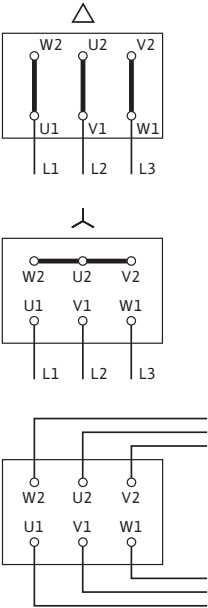

Fig. 17: Подключение к сети
Схема электроподключения находится в крышке клеммной коробки (см. также Fig. 17).
- Подключение к сети зависит от мощности двигателя P2, от сетевого напряжения и от типа пуска. Необходимое переключение соединительных перемычек в клеммной коробке можно определить по следующей таблице «Табл. 4. Распределение клемм» на стр. 104 и Fig. 17.